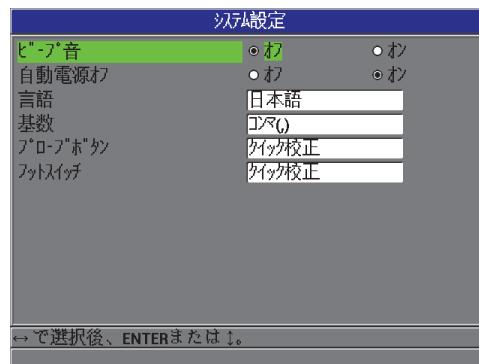

図 6-2 システム設定画面
- 測定画面で、[設定メニュー] を押した後、システムを選択しシステム 設定画面を表示します（102 ページ図 6-2 参照）。